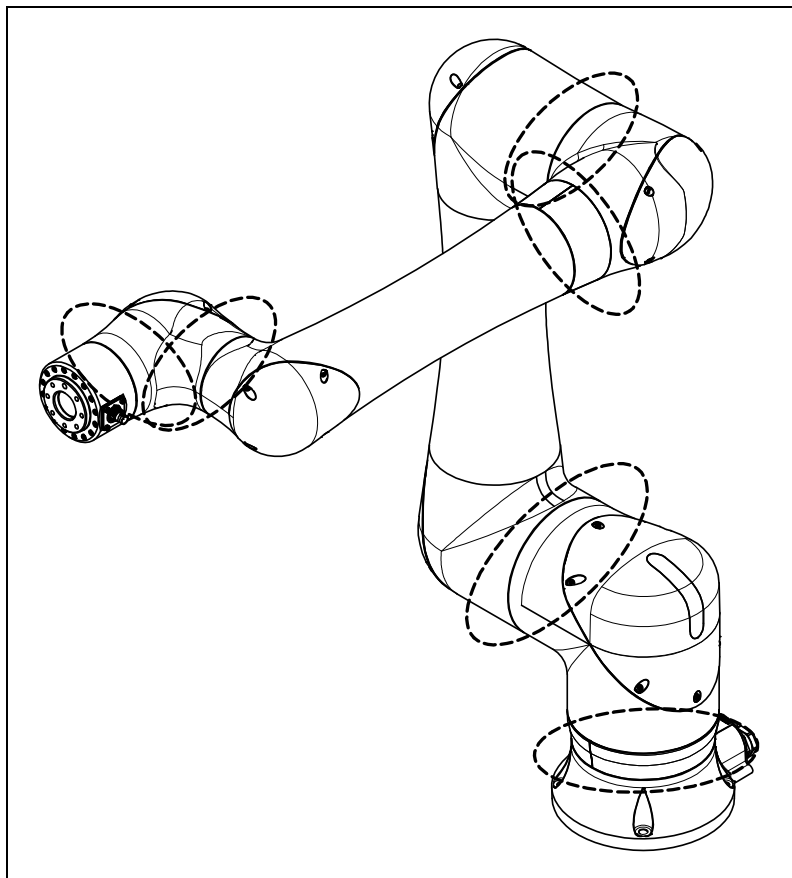

图 7.2.1 (a) 渗油的检查部位
- 根据动作条件和周围环境,油封的油唇外侧可能有油分渗出(微量附着)。该油分累积而成为水滴状时,根据动作情况恐会滴下。在运转前通过清扫在图 7.2.1 (a)中所示的油封部下侧的油分,就可以防止油分的累积。